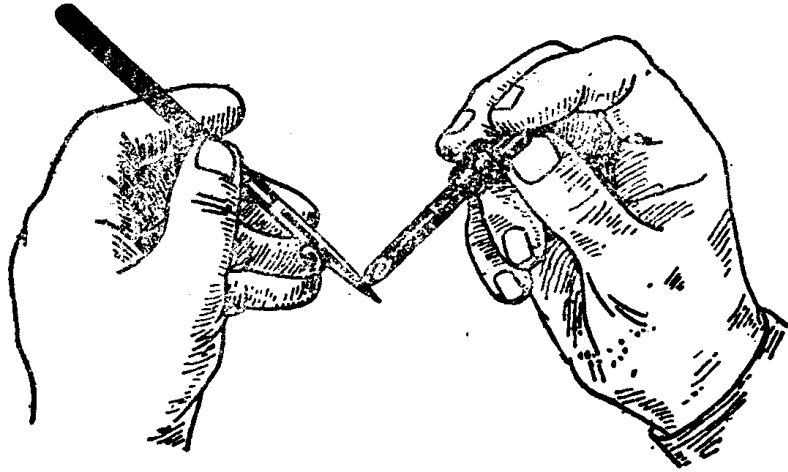

图 1-3
1. 灌注墨水 向直线笔内灌注绘图墨水的方法,如图1-3所示。灌注墨水的工具,一般